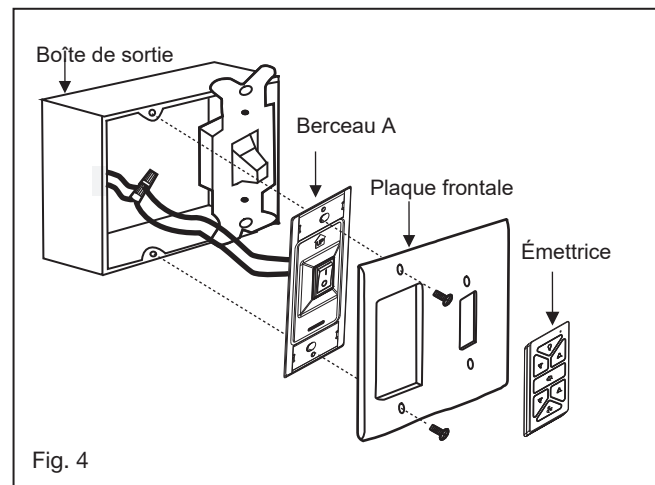

Fig. 4
- 2 Tournez le trou de serrure sur le boîtier supérieur jusqu'à ce qu'il se verrouille en place dans la section étroite des trous de serrure. Serrez les vis. Utilisez les 3 vis du boîtier supérieur dans le paquet de vis, alignez-les avec les trous ronds du boîtier supérieur et serrez les vis. (Fig. 4)
- 2 Connectez les fils noirs du commutateur dans le berceau A aux fils noirs dans le boîtier de commutation. Fil d'entrée chaud vers l'un des fils du commutateur du socle. Le fil d'alimentation du ventilateur est connecté au fil de l'interrupteur restant. (Fig. 4)
Un flux d'air **VERS LE HAUT** déplace l'air plus chaud hors de la zone du plafond comme illustré à la Figure 4. Cela vous permet de régler votre appareil de chauffage sur un réglage plus froid sans affecter votre confort.